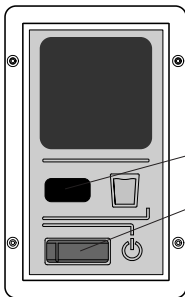

Fig. 10: Manöverpanel AD 5 och AD 6 (version S)
3. Stäng av avfuktaren med huvudströmbrytaren. Tryck därefter på start-/stoppbrytaren (**version E**, fig. 9, pos. 5) (version S, fig. 10, pos. 2) på manöverpanelen. När avfuktaren är korrekt ansluten och fuktigheten överstiger inställd fuktighet (**endast version E**) börjar avfuktaren arbeta.
1. Stäng av avfuktaren med start-/stoppbrytaren (fig. 9, pos. 5) och (fig.10 pos. 2).